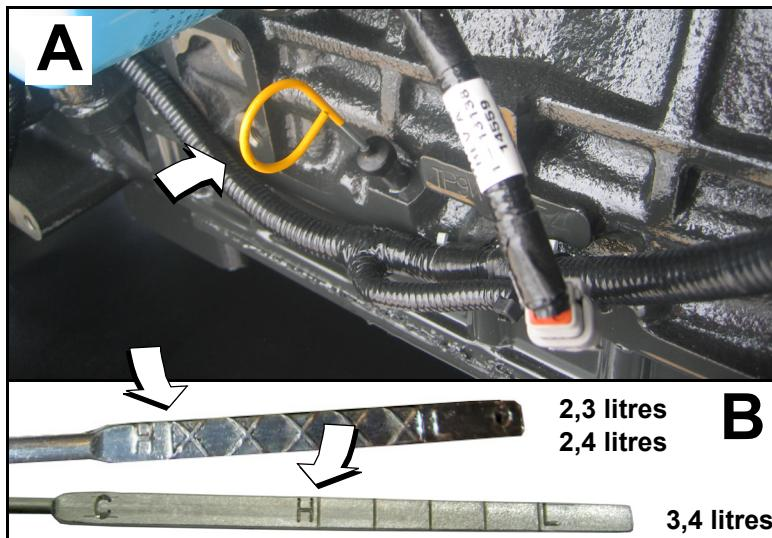

Figure 5-10. Jauge pour le niveau d'huile
1. Retirez la jauge d'huile et essuyez-la avec un chiffon propre. Voir la partie A de Figure 5-10.
4. Si nécessaire, retirez le bouchon de remplissage d'huile et ajoutez lentement de l'huile jusqu'à ce que le niveau atteigne la marque H (élévé). Voir la partie B de Figure 5-10.